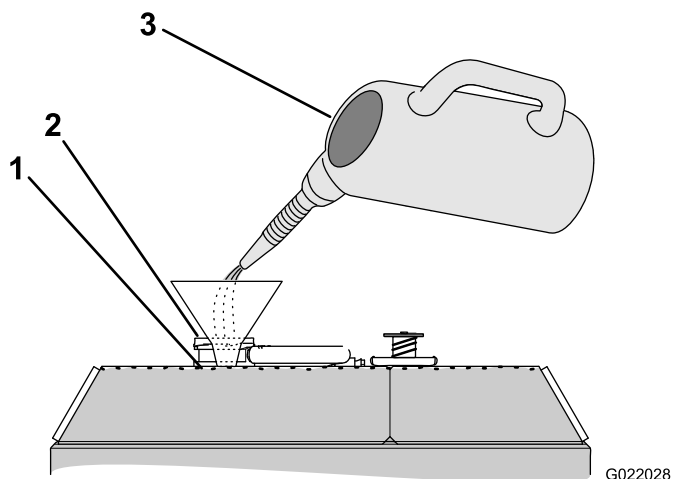

Bild 105
3. Füllen Sie den Kühler mit Kühlmittel, bis der Stand an der Unterkante des Füllstutzens liegt (Bild 105).